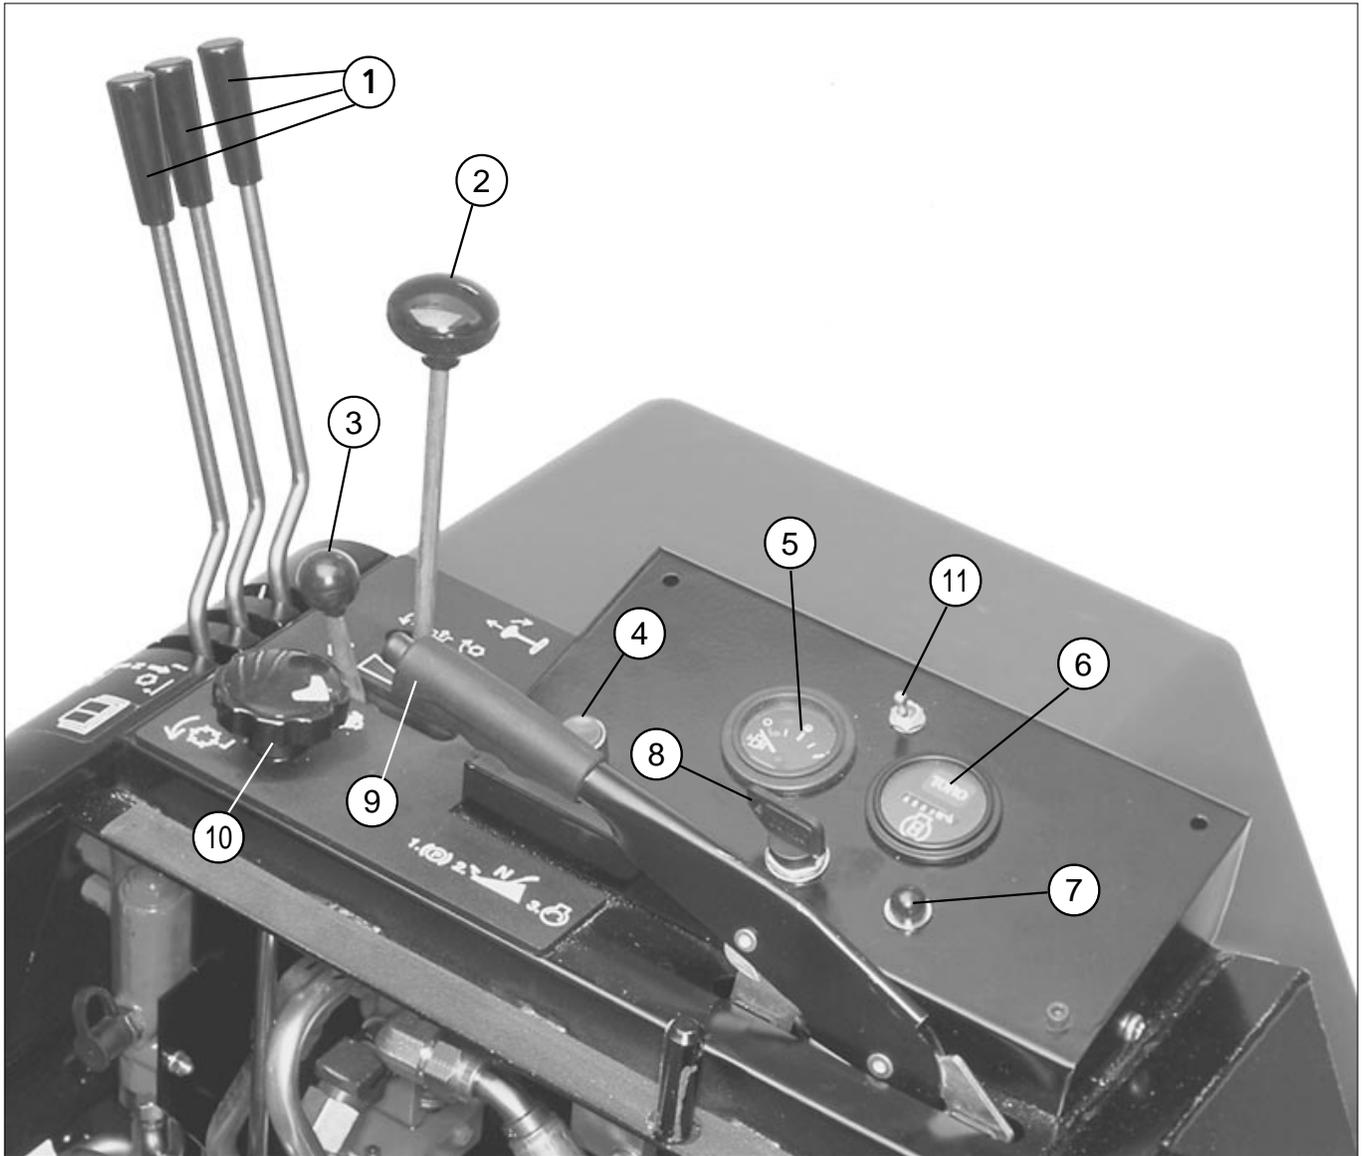

図12
カッティングユニット昇降レバー（図12）
エンジン オーバーライド ボタン（図12）
燃料計（図12）
アワーメータ（図12）
プレヒートインジケータ（図12）
始動スイッチ（図12）
駐車ブレーキレバー（図12）
芝刈り/バックラップレバー（図12）
リール速度コントロール（図12）
スロットルコントロール（図12）
4輪駆動スイッチ（図12）
1. 着席し、走行ペダルから足を離し、駐車ブレーキが掛かっていることを確認します（図12）。走行ペダルと芝刈り/バックラップレバーがニュートラル位置にあることを確認します。
2. 着席し、駐車ブレーキ（図12）芝刈り/バックラップレバーを「芝刈り」及び「バックラップ」位置でそれぞれエンジンを始動させてみてください。クランキングしなければ正常です。クランキングすれば、カッター駆動スイッチの不良ですから直ちに修理してください。
作業中に警告灯が点灯したら、直ちに機械を停止し、原因を確認してください。異常を放置したまま作業を続けると本機に重大な損傷を招く可能性があります。但し、エンジンがオーバーヒートした時に、オーバーライドボタン(図12)を押してエンジンを再稼働させ、退避場所までごく短時間だけ運転するのは構いません。